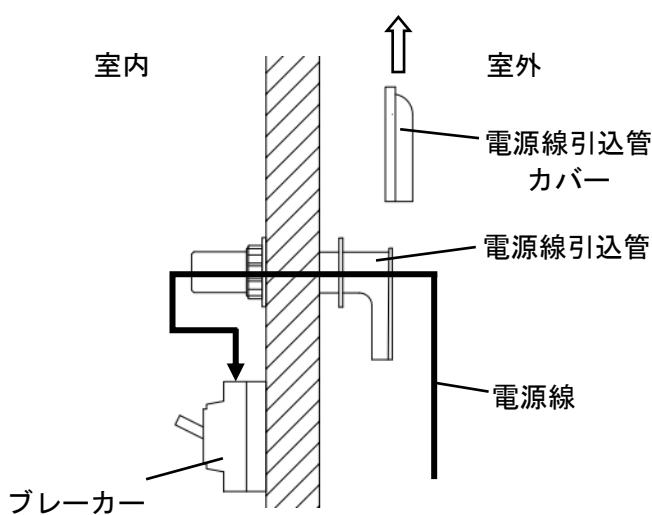

図 4.入線方法
- (1) 室外より電源線引込管カバーを上部へスライドさせ、カバーを取り外してください。(図 4 参照)
- (2) 電源線(VVF1.6-2C)を電源線引込管に通して、室内に引き込んでください。(図 4、5 参照)